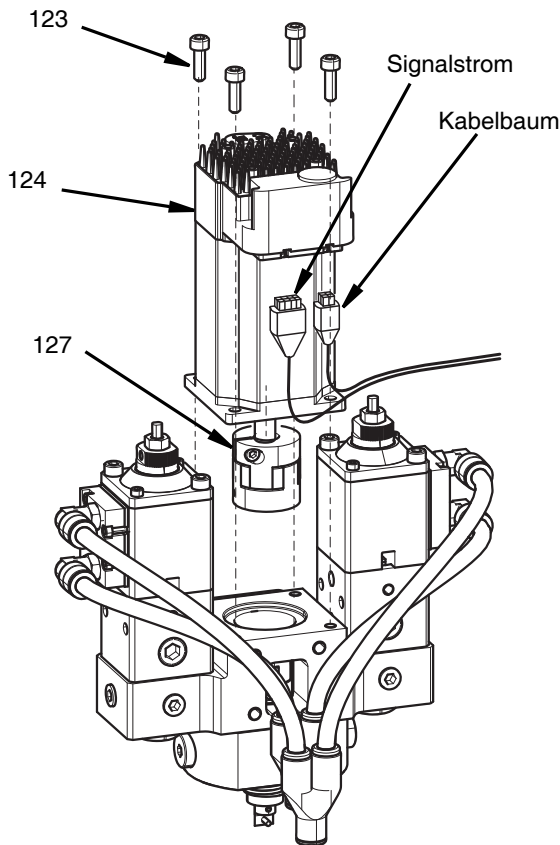

ABB. 35
5. Die vier M5 x 16 Schrauben (123) mit einem 4-mm-Inbusschlüssel herausschrauben.
6. Motor (124) abnehmen. Siehe ABB. 35,